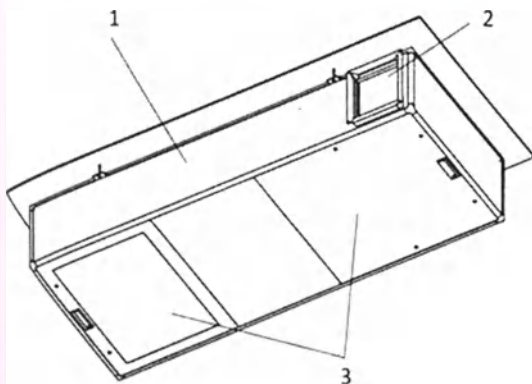
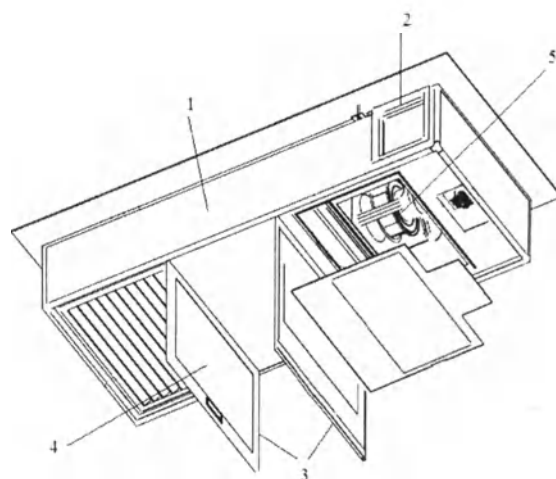

Рис.2.1 Внешний вид
Рис.2.2 Внутреннее устройство
На рисунках показано внешний вид (рис. 2.1) и внутреннее устройство (рис. 2.2.) потолочного модуля рециркуляции R. Устройство состоит из корпуса (1) с откидными сервисными панелями (3), встроенного вентилятора (5) и фильтра G3 (4), расположенного внутри сервисной панели с воздухозаборной решеткой. Подключение к приточной вентиляции осуществляется через боковое окно нагнетания воздуха (2).